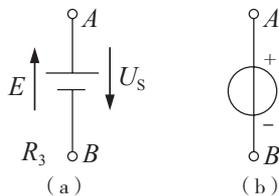

图 1-14 电动势标注方法
电动势的实际方向规定为在电源内部由低电位 (负极) 指向高电位 (正极)，即电位升高的方向，与电源电压的实际方向相反，标注如图 1-14 所示，参考方向也可用箭头、双下标或“+”、“-”极性表示。
(1) 电源端电压  $U_s$  反映的是电场力在外电路将正电荷由高电位点（正极）移向低电位点（负极）做功的能力。电动势  $E$  反映的是电源力将电源内部的正电荷从低电位点（负极）移向高电位点（正极）做功的能力。
(2) 若不考虑电源内损耗，则电源电动势在数值上与它的端电压相等，但实际方向相反，即  $E = -U_s$ ，如图 1-14 所示。
(3) 电源对电路的作用效果可以用电动势来表示，也可以用电压来表示，电动势  $E$  和电压  $U_s$  反映的是同一件事。所以，在很多情况下，常常不用电动势  $E$  而是用电源正负极之间的电压来表示电源的作用效果。